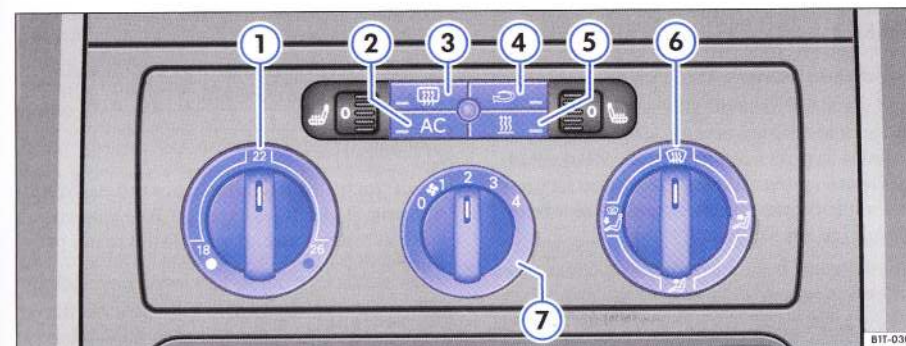

Fig. 108 În consola centrală: Elementele de comandă ale Climatic.
- Rotiți regulatorul de temperatură ⇒ fig. 108 1 pe temperatura dorită. Vă recomandăm temperatura de +22° C.
– Rotiți regulatorul de temperatură → fig. 108 ① pe temperatura dorită. Vă recomandăm temperatura de +22° C.
– Rotiți comutatorul ventilatorului ⑦ pe una din treptele 1-4.
– Stabiliți direcția curentului de aer cu ajutorul regulatorului ⑥. (spre parbriz), (spre partea de sus a corpului), (în zona picioarelor) sau (spre parbriz și în zona picioarelor).